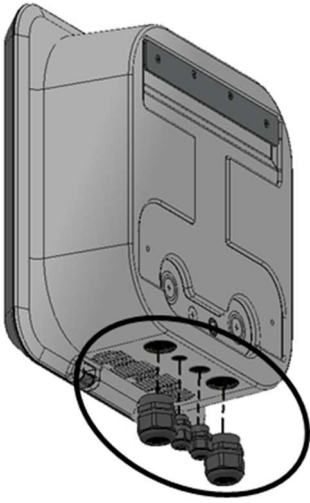
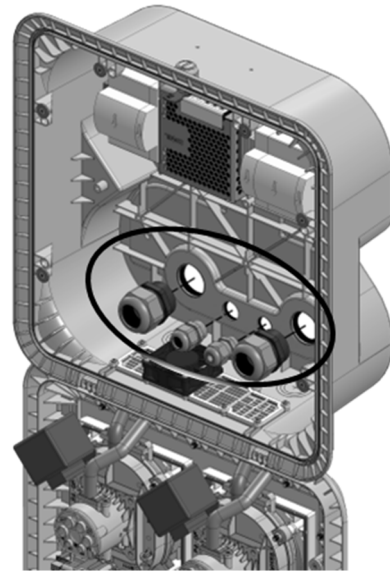

FIGURA 7-7 MONTAGGIO
FIGURA 7-8 MONTAGGIO
5. Fissare i pressacavi nei fori praticati sulla Wall Station facendo attenzione a posizionarli rivolti verso l'interno, se montati sulla parete posteriore (Figura 7-8), o verso l'esterno se montati sulla faccia inferiore (Figura 7-7).